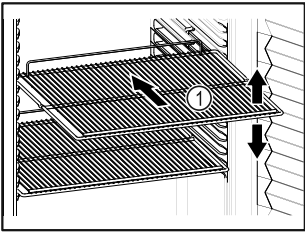

Fig. 86 Приблизне відображення
- Якщо решітки для зберігання Fig. 86 (1) знімні, відрегулювати по висоті.